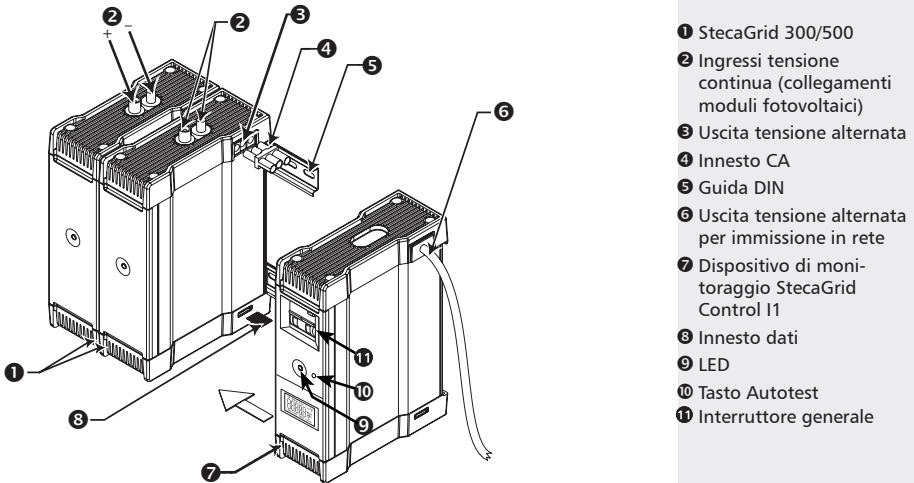

Fig. 1: Montaggio del dispositivo di monitoraggio
Il connettore CA serve a collegare il cavo di immissione in rete all'*uscita della tensione alternata per l'immissione in rete* (⑥ in Fig. 1).